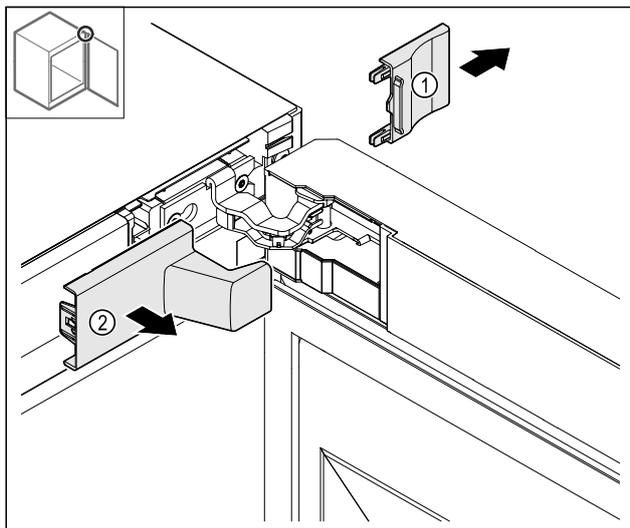

Fig. 14
- Rimuovere la copertura Fig. 14 (1) e poi Fig. 14 (2).